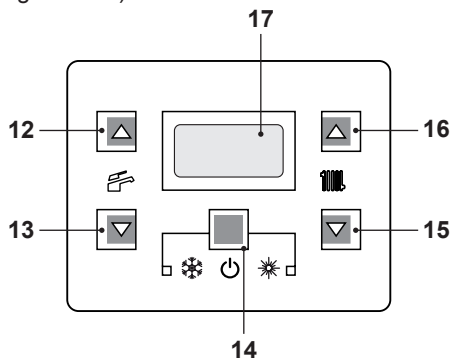
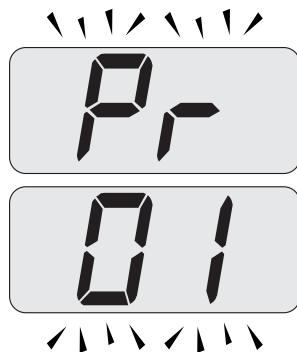

Figura 9.24
Figura 9.25
- Entrare in "modalità programmazione" premendo contemporaneamente per 10 secondi i tasti 14 - 15 - 16 (Figura 9.24) fino a far apparire sul display LCD le lettere **Pr** che si alternano con il codice **01** indicanti l'entrata nel "parametro 01" (Figura 9.25).
- Premere contemporaneamente i tasti 14 e 16 (Figura 9.24) fino a far apparire
- Premendo contemporaneamente i tasti 14 e 15 (Figura 9.24) si esce senza modificare il valore (ritorno alla lista parametri Figura 9.25)
- Premendo contemporaneamente per 10 secondi i tasti 14 - 15 - 16 (Figura 9.24) si esce dalla "modalità programmazione".